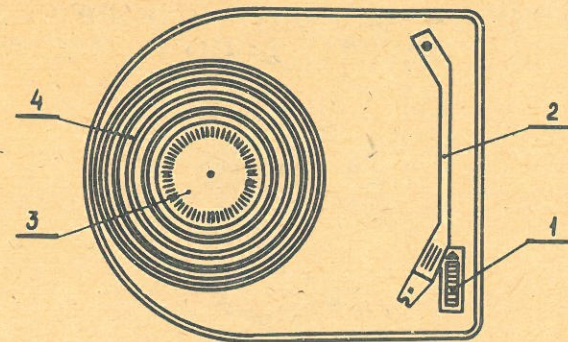
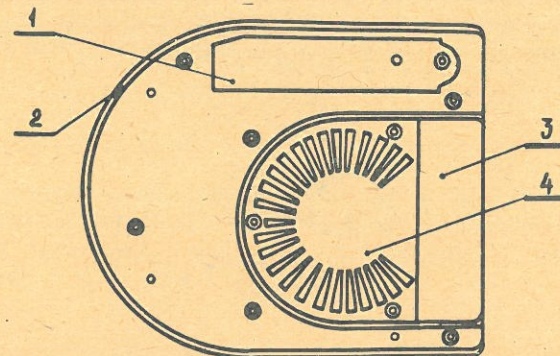

Рис. 1. Вид на электрофон сверху.
Рис. 2. Вид на электрофон снизу.
4.4. Положение и назначение элементов управления электрофона «Песенка-1» показано на рис. 1 и рис. 2.
5.4. Электрофон оборудован устройством для визуального контроля и подстройки частоты вращения диска. Визуальный контроль частоты вращения диска осуществляется при помощи меток, нанесенных на стробоскопический диск 3 (см. рис. 1) электрофона при освещении диска источником света от сети переменного тока частотой 50 Гц. Если диск вращается с частотой 33,33 об/мин, кажущееся положение черных меток неподвижное. При отклонении частоты вращения от номинальной, метки будут двигаться в ту или иную сторону. Подстройка производится вращением регулировочного элемента с помощью отвертки через отверстие 2 (см. рис. 2) в нижней крышке электрофона до установки неподвижного кажущегося положения меток.